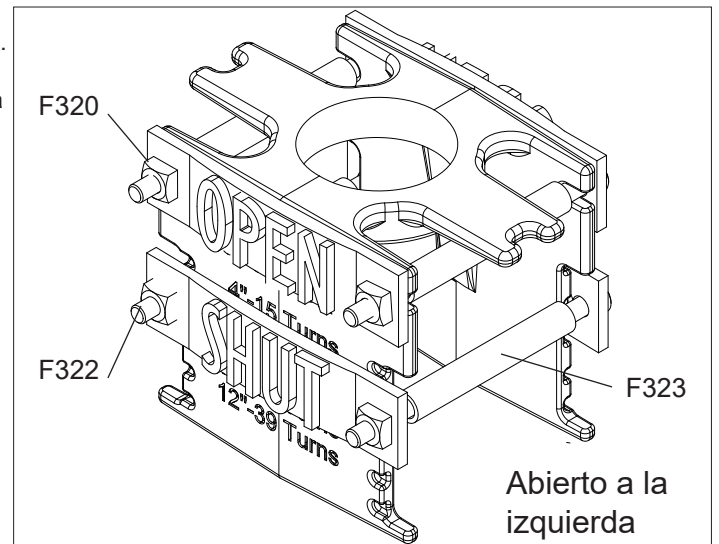

Fig. 2B
Para una válvula "abierta a la izquierda", el letrero "ABIERTO" debe montarse sobre el letrero "CERRAR". (Fig. 2B) Para una válvula de "abrir a la derecha", el letrero de "CERRAR" debe montarse sobre el letrero de "ABRIR". (Figura 2C).
3. Si el indicador de poste se va a montar en una válvula izquierda abierta, la placa "ABIERTA" (F321) permanece en la posición superior del objetivo (F318). (Ver Fig. 2B).
**NOTA:** Para una válvula "abierto a la izquierda", el letrero "ABIERTO" debe montarse sobre el letrero "CERRAR". (Fig. 2B) Para una válvula de "abrir a la derecha", el letrero de "CERRAR" debe montarse sobre el letrero de "ABRIR". (Fig. 2C) En septiembre de 2010, American AVK cambió los postes indicadores de la serie 34 de una válvula preestablecida de 4 pulgadas a una válvula preestablecida de 6 pulgadas. Consulte "AJUSTE DEL OBJETIVO (PARA INDICADORES TIPO SERIE 3400):"